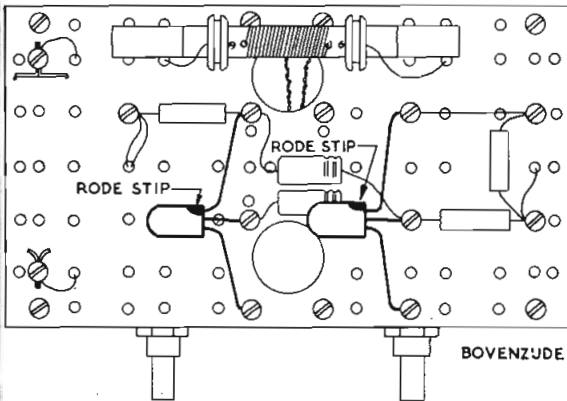

Fig. B46
34. Sluit de twee transistors aan, zoals in fig. B46 is getekend. **Verkeerde aansluiting kan schadelijk zijn voor de transistors!**